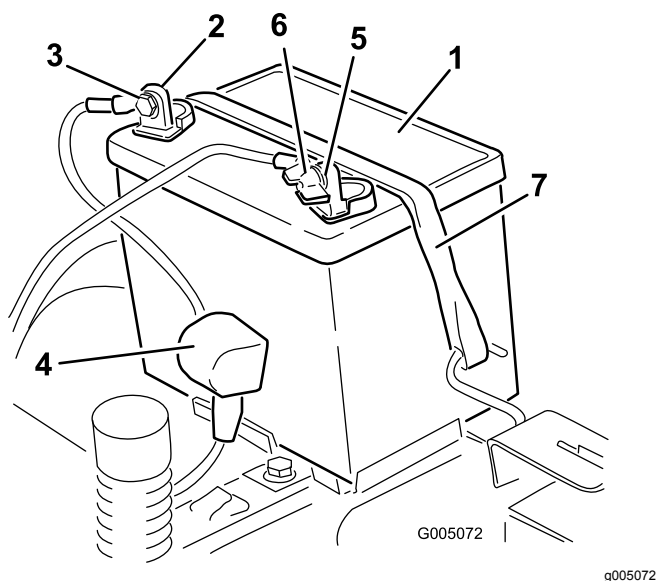

Figura 37
4. Desconecte el cable negativo de tierra (negro) del borne de la batería (Figura 37).
6. Desconecte el cable positivo (rojo) del borne de la batería (Figura 37).
7. Retire la correa de sujeción de la batería y levante la batería para retirarla de su bandeja (Figura 37).
1. Coloque la batería en la bandeja (Figura 37).
5. Fije la batería con la correa de sujeción (Figura 37).